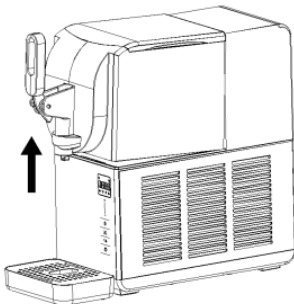
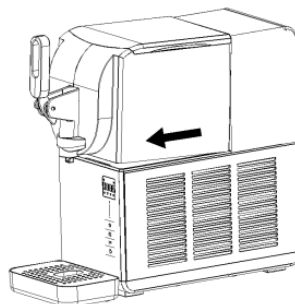

Fig.4
Fig.5
2. Skub opad ved udløbshanen, frigør krogen på påfyldningsbeholderen (som vist i fig. 4), og fjern derefter beholderen fra forsiden (som vist i fig. 5) for at fjerne enheden med påfyldningsbeholderen. Der er lidt restvæske, når enheden med påfyldningsbeholderen fjernes, som du kan tørre op med et viskestykke.